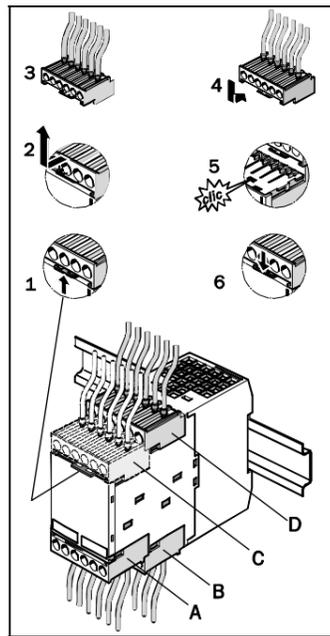

Fig. 3: Bornes enchufables en bloque (A, B, C, D) codificado
- Puede impedirse el acceso al interface de configuración y al pulsador SERVICE poniéndole una cubierta y el precinto (comp. fig. 3).